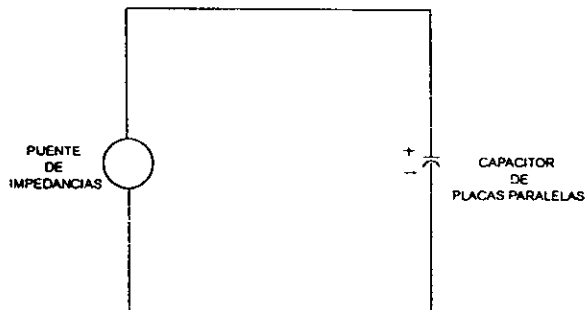

Fig. 1
- a) El instructor medirá la capacitancia del capacitor de placas paralelas, separadas 0.2 mm, como se indica en la fig. 1
- c) Haciendo referencia a la fig. 1, colocar entre las placas; plástico, cartón y madera (una a la vez); midiendo la capacitancia en cada caso, primero con dieléctrico y luego sin el, conservando la distancia al sacar el dieléctrico, vacíe sus datos en la tabla II